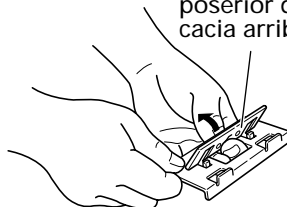

Fig. 16
- (4) Por último, reapriete los tornillos metálicos para asegurar firmemente la cuchilla y el metal posterior. Con esto finaliza el procedimiento de ajuste de la altura de la cuchilla.
- (5) Sujetando el bloque calibrador como se indica en la Fig.16, empuje el metal posterior hacia arriba y sáquelo del bloque calibrador.
- (6) La cuchilla se encuentra ahora lista para montarse en la cepilladora, de la manera indicada en la sección de armado de la cuchilla.